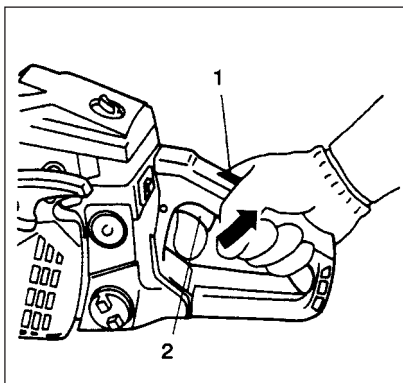

Fig. 2-4B
4. Når du hører, at motoren ønsker at starte, træk gashåndtagets udløser (4), mens du holder sikkerhedsudløseren (2) nede. Det vil frigive gashåndtaget fra startposition til kørsposition og sætte chokerknoppen til kørsposition automatisk (Fig. 2-4B).